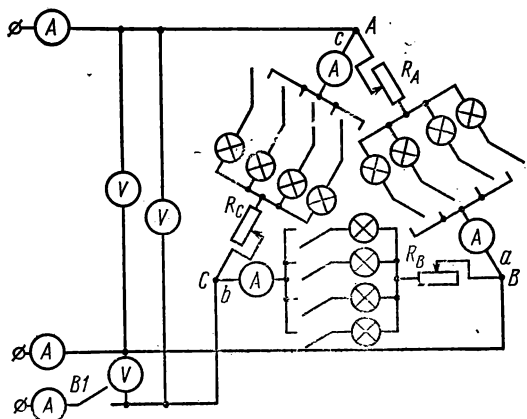

Рис. 2.70
В лабораторной работе исследуется активная нагрузка, соединенная в треугольник (рис. 2.70). Плавная и ступенчатая регулировка каждой фазы осуществляется последовательно соединенными реостатом и группой ламп.
В фазах потребителя возникают фазные токи: I_{AB} , I_{BC} , I_{CA} , а в линейных проводах — линейные токи: I_A , I_B , I_C . На схеме (рис. 2.70) показаны положительные направления токов.
1. Собрать цепь (рис. 2.70) и показать ее преподавателю для проверки.